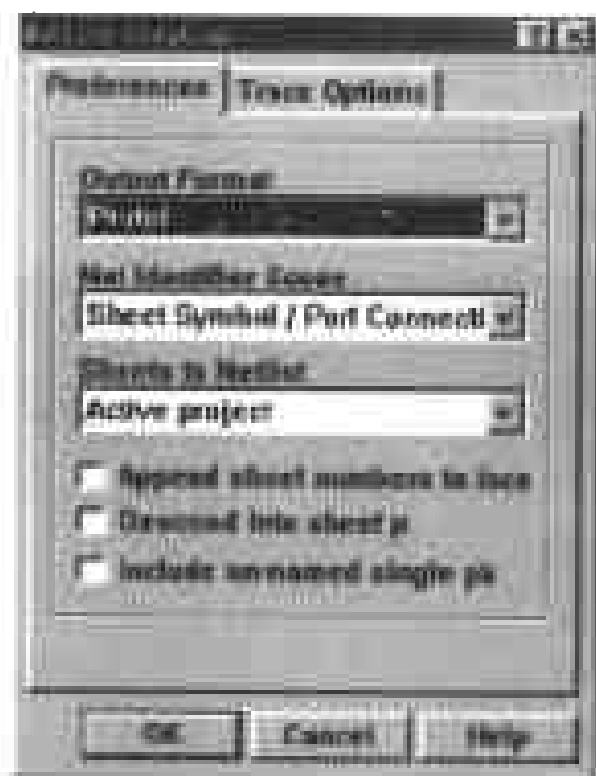

图 5-4 生成网络表的对话框
(1) 在工作窗口中打开层次原理图的总图,选择 Design > Create Netlist,弹出如图5-4所示的对话框。
(2) 在对话框中单击 Preferences 标签,在对话框中显示设置网络表属性的选项,供用户设置网络表文件的输出格式、网络标号和 I/O 端口的有效范围、网络表的范围等。
(3) 单击 Output Format 下拉列表框,在弹出的下拉列表中选择 Protel,设置网络表的输出格式。
(4) 单击 Net Identifier Scope 选项的下拉列表框,在弹出的下拉列表中选择 Sheet Symbol/Port Connections,设置方块电路和 I/O 端口相连。
(5) 单击 Sheets to Netlist 选项的下拉列表框,在弹出的下拉列表中选择 Active project,根据当前激活的项目文件中的所有原理图生成网络表。
(6) 单击 OK 命令按钮,程序将自动生成网络表,并在工作窗口中打开网络表文件。